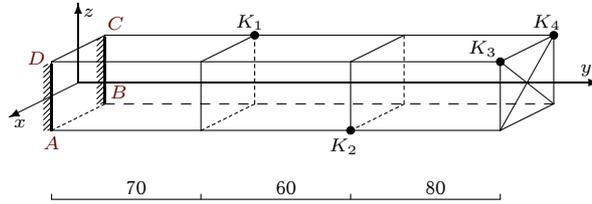

Рис. 82
1. Выбираем оси координат, помещая начало координат в центр тяжести сечения в заделке и направляя оси вдоль ребер бруса (рис. 82). Определяем координаты точек приложения сил:  $K_1(-7.5, 70, 6)$ ,  $K_2(7.5, 130, -6)$ ,  $K_3(7.5, 130, -6)$ ,  $K_4(-7.5, 210, 6)$ .